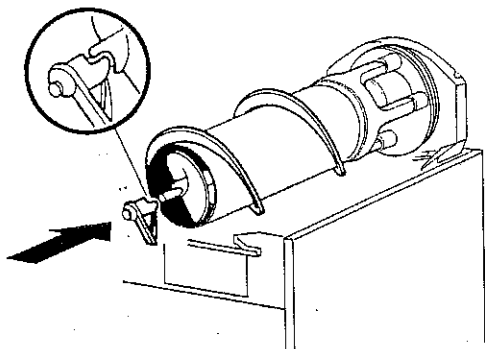

Fig. 16
6. Monter den udvendige spiral. Lad den glide over fordamperen, indtil indhakked foran griber ind i enden af sneglens aksel (se fig. 16).